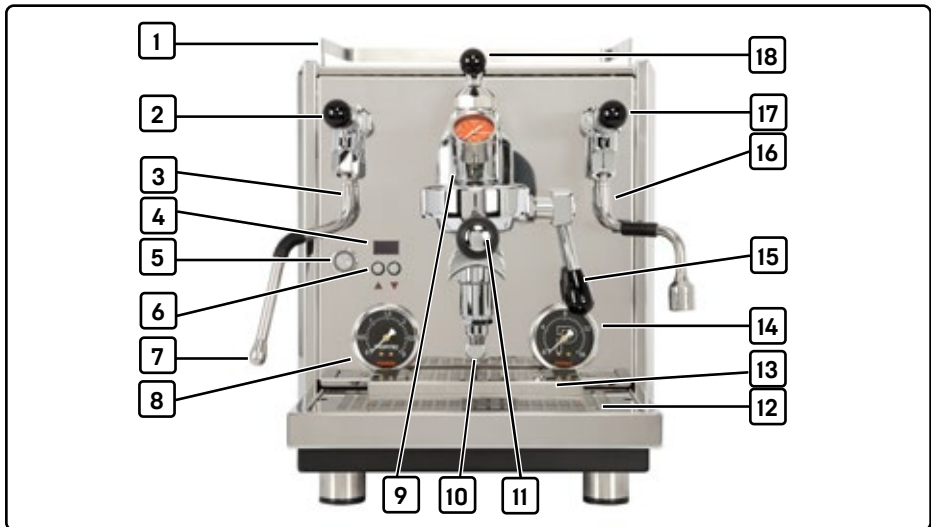

Abb. 1 Aufbau und Komponenten
1. Den Hauptschalter (1, Abb. 1) betätigen.